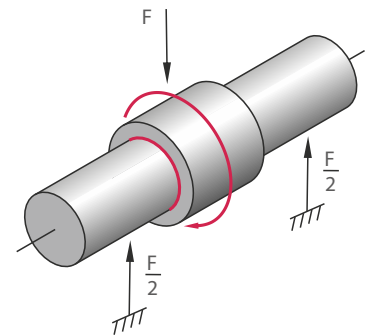

Abb. 14: Umfangslast, rotierende Belastung, Welle steht, Buchse dreht sich.
- Dynamische Belastung oder vertikale konstante Belastung (aufwärtsgerichtet), (Abb. 14)